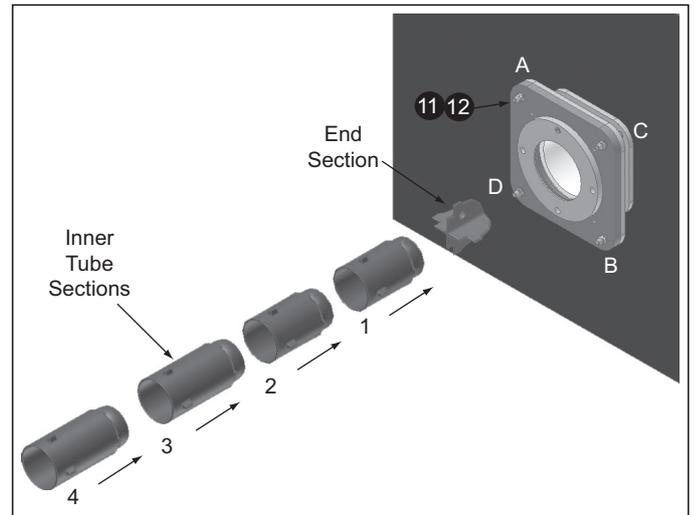

Figura 3.13
5. Asegure la brida de apoyo a la extensión de montaje con tuercas y arandelas M12 (ver Figura 3.13) (Artículos 11 y 12) de la siguiente manera:
- c. Ajuste con una llave de mano todos los tornillos en el orden siguiente - A, B, C, D (ver Figura 3.13)
6. Instale las secciones cerámicas interiores. Consulte la Tabla 3.1 para las cantidades apropiadas de secciones de tubo interior cortas (185 mm) y largas (235 mm). A partir de la sección final, añadir las secciones del tubo interior de uno dentro del otro y empujarlos hasta el final del tubo exterior. Asegúrese de que las secciones del tubo interior estén completamente insertadas en el tubo exterior. Si no están totalmente introducidos, el quemador no funcionará correctamente y puede resultar dañado. Ver Figura 3.13.